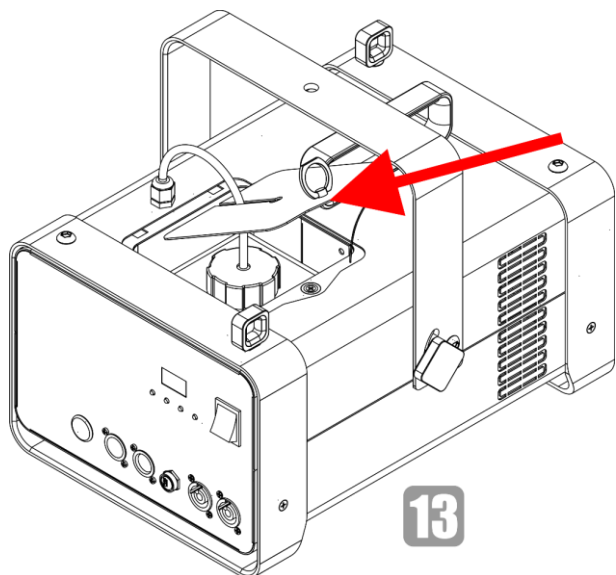

Fig. 19
- 13) Rimettere il coperchio sul dispositivo, come mostrato nella Fig. 19.